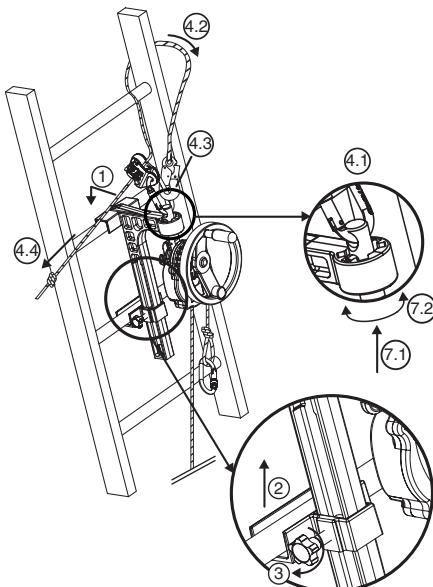

Рис. 6
#### 6.3.2. Устройство derope™ UP B (рис. 6)
1. Установите большой кронштейн, предназначенный для крепления к поперечине лестницы, в положение, выбранное вами для проведения спасательной операции, над эвакуируемым лицом (рис. 6, 1).
2. Поднимите блокирующий зажим и установите его на поперечине, расположенной непосредственно под той поперечиной, на которую установлен большой кронштейн (рис. 6, 2).
3. Зафиксируйте блокирующий штырь блокирующего зажима с помощью завинчивающейся головки, которая находится на кронштейне сбоку (рис. 6, 3).
- Пропустите карабин приспособления для регулировки длины стропа LCM 05 через отверстие в верхней части крепежного штыря (рис. 6, 4.1).
- Оберните страховочный строп вокруг поперечины, находящейся над кронштейном, обойдя одну из стоек лестницы (рис. 6, 4.2).
- Присоедините карабин страховочного стропа к карабину приспособления для регулировки длины стропа LCM 05 (рис. 6, 4.3).
- Натяните страховочный строп, потянув за свободную ветвь (рис. 6, 4.4).
7. Установите устройство derope™ в нужное положение, меняя положение крепежного штыря в делительном устройстве (рис. 6, 7.1–7.2).